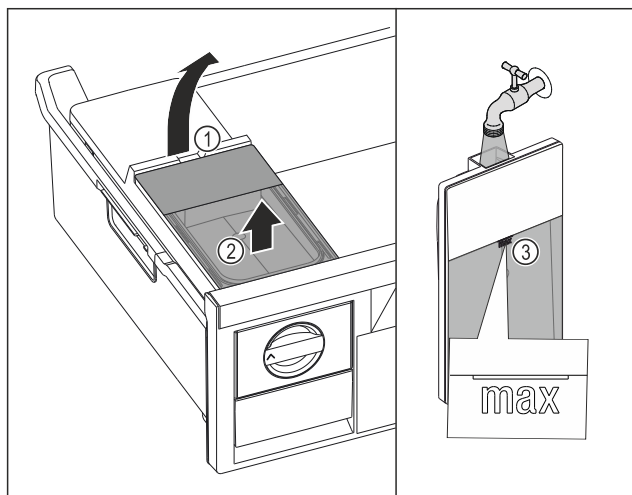

Fig. 121
- ▶ Elevar el depósito de agua por la entalladura Fig. 121 (1).
- ▶ Extraer el depósito de agua hacia arriba. Fig. 121 (2)
- ▶ Llenar el depósito de agua con agua potable hasta la marca Fig. 121 (3).